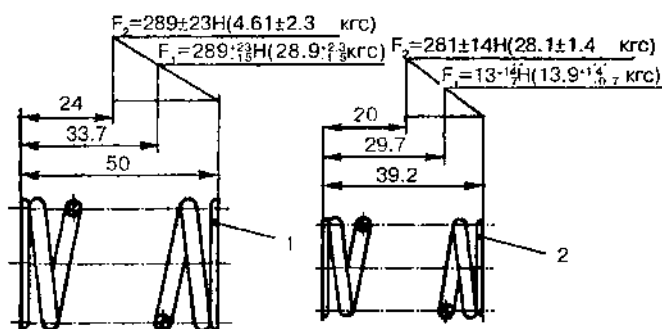

Рис. 2.19.1. Пружины клапана: 1 - наружная; 2 - внутренняя.
3. Проверить упругость пружин. Если нагрузка окажется меньше нижнего предела на 5 %, пружины заменить (рис. 2.19.1).